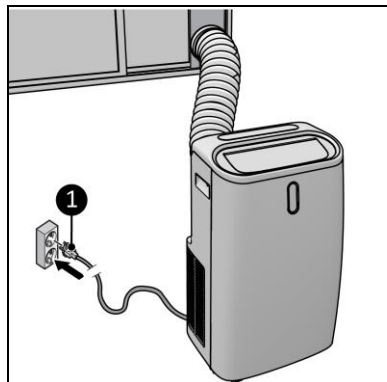

Figure 13
7. Insérez la fiche d'alimentation (Figure 13, pos. 1) dans une prise murale reliée à la terre et facilement accessible. Utilisez une prise murale avec mise à la terre d'une puissance minimale de 1800 watts.